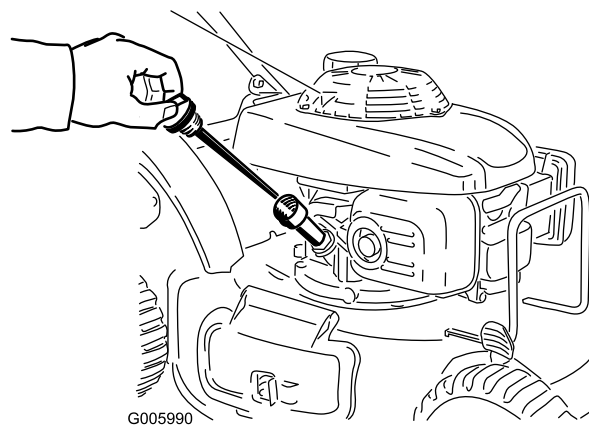

Figura 12
1. Togliete l'asta di livello (Figura 12).
2. Versate **lentamente** dell'olio nel tubo di riempimento, controllatene di tanto in tanto il livello con l'apposita asta fino a quando l'asta non indica che il motore è pieno, come illustrato nella Figura 12. **Non riempite troppo.** (Riempimento massimo: 0,55 litri, **tipo: olio detergente SAE 30** con service classification API, SH, SJ, SL o superiore.)